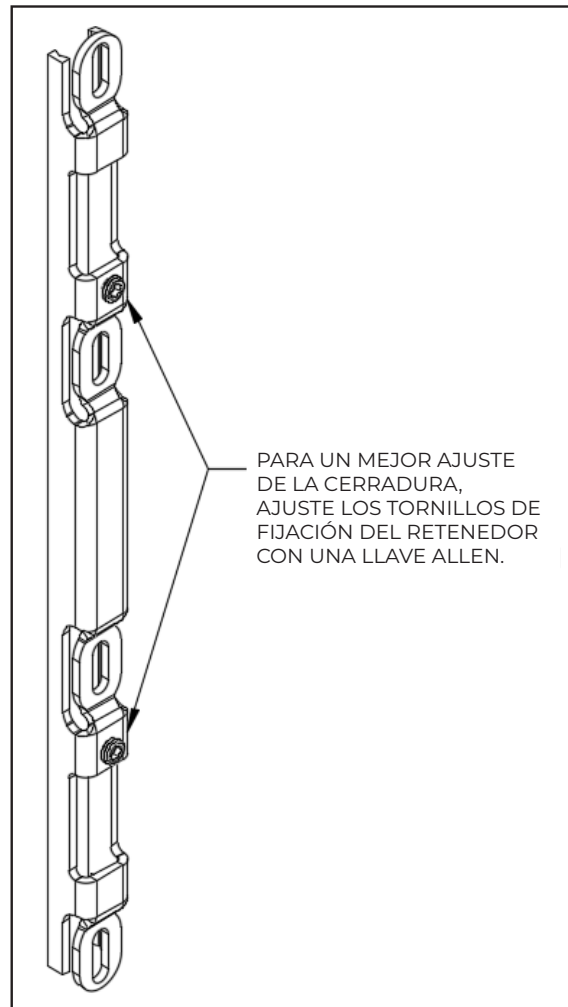

FIGURA 7
2. **Retenedores:** Instale los retenedores en las jambas o los astrágalos que recibirán un panel con cerradura. Hay un conjunto de marcas en cada jamba o astrágalo. Utilícelas como referencia para ubicar y fijar el retenedor. Los retenedores cuentan con una función de ajuste adicional; ajústelos como se muestra en la **figura 7**.